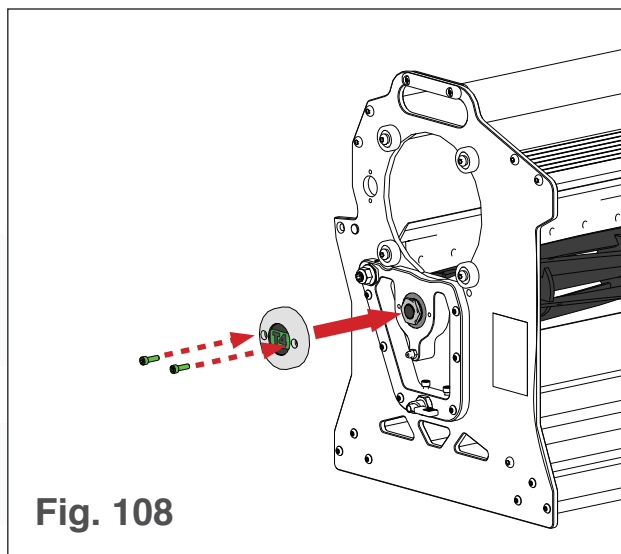

Fig. 108
42. Coloque el cabezal extremo de la cuchilla sobre el otro extremo de la cuchilla (ver Fig. 108).
43. Coloque y apriete los dos pernos en la el cabezal extremo (ver Fig. 108).